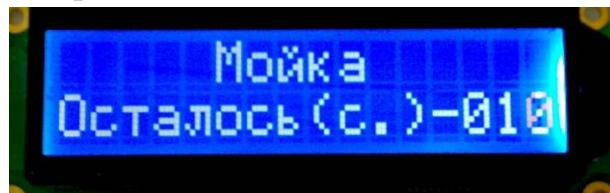

Рис.6.1.
5.3. Мойка работает по трем программам длительностью 20, 40, 60с выбираемой в зависимости от степени загрязнения колеса. Во время процесса мойки дисплей отображает количество секунд, оставшихся до конца выполнения программы (рис. 6.1).